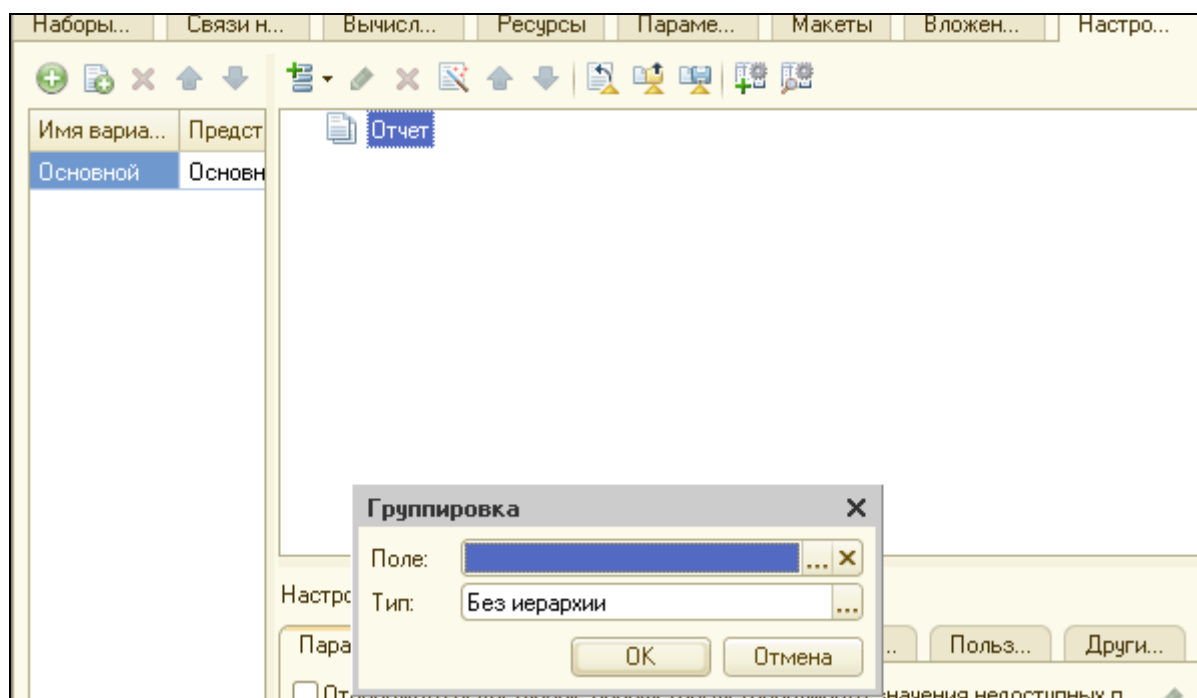

Рисунок 4.3 Добавление новой группировки
6. Перейти на закладку **Настройки** для настройки запроса. Добавить новую группировку, щелкнув правой кнопкой мыши по корневому элементу **Отчет**. Поле группировки не указывать (рис.4.3), нажать ОК.